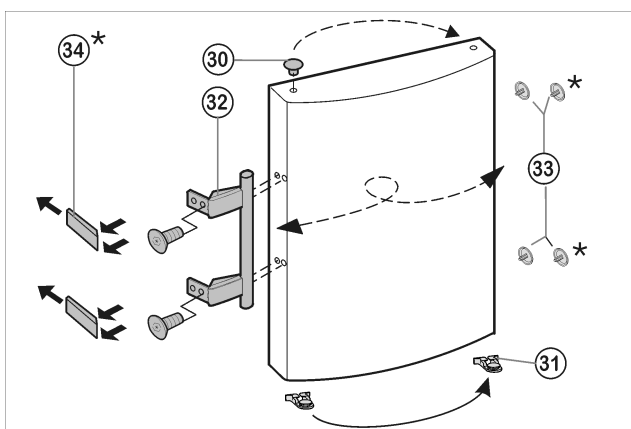

Fig. 7
- ▶ Zátky Fig. 7 (33) vyjměte z pouzdra ložisek dveří a přemístěte je.
- ▶ Madlo dveří Fig. 7 (32), zátky Fig. 7 (33) a krycí destičky* Fig. 7 (34) odmontujte a přemontujte na protější stranu.